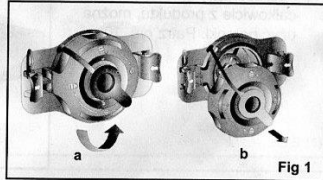

Fig 1
2. Поверните клапан надувного отверстия против часовой стрелки до упора. (Рис. 1-а).
3. Снимите клапан. (Рис. 1-б).